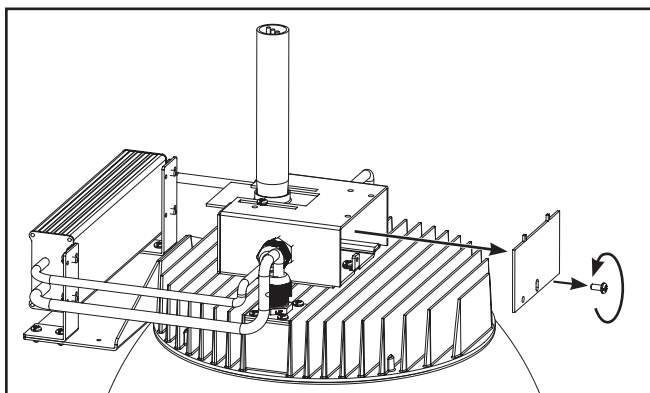

Figure 9.
5. Retirez la vis du couvercle de la boîte de jonction située devant le luminaire puis retirez le couvercle de la boîte de jonction. (Figure 9)